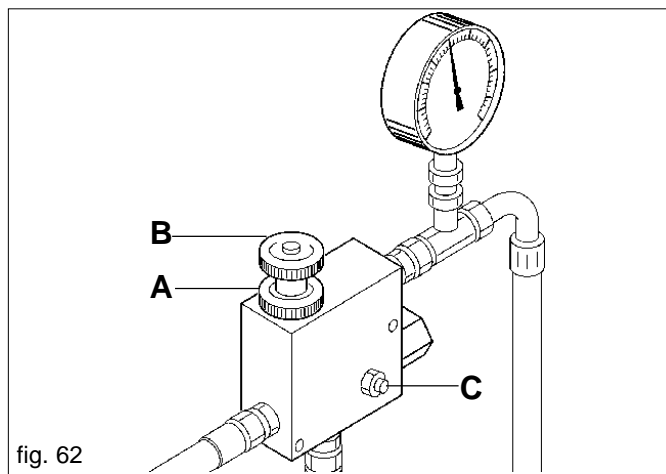

fig. 62
Bei abgeschaltetem Motor und sicher gebremstem Schlepper alle Schnellkupplungen einstecken. Den Motor starten und die Hydraulik einige Minuten lang bei Leerlaufdrehzahl betätigen. Den Druck dabei konstant halten, um Drehzahlschwankungen des Gebläses zu vermeiden. Den Druck erst regulieren, nachdem das Öl seine Betriebstemperatur erreicht hat und keine Drehzahlschwankungen des Gebläses mehr auftreten. Falls das Anbaugerät an verschiedenen Schleppern - daher also auch mit unterschiedlichen Steuergeräten und Ölsorten - betrieben wird, muß diese Einstellung an jedem Schlepper neu vorgenommen werden. Bei den Schleppern mit Verstellförderpumpe (geschlossener Hydraulikkreis) mit Öldrucksatzregler ist der 3-Wege-Regler (B Abb. 62) vollständig zu öffnen und bei niedrigem Öldurchsatz ist der interne Regler des Schlepperkreises dann schrittweise zu öffnen, bis der gewünschte Druck, der auf dem Manometer (C Abb. 59) angezeigt wird, erhalten wird.
Wenn man die Gebläseumdrehungen für die Verteilung von schwereren Samen erhöhen will, mit Vorsicht und Achtung wie folgt vorgehen (Abb. 62):
- Die Feststellnutmutter lockern (A Abb. 62);
- Regelventil (B Abb. 62) im Uhrzeiger- oder Gegensinn drehen um den Druck zu senken oder zu erhöhen und daher die Gebläseumdrehungen zu ändern.
Es ist für irgendwelchen Grund verboten die Höchstdruckventilschraube (C Abb. 62) zu verstellen, da sich die Einstellung der Anlage ändern würde und deshalb Motor, Pumpenbruch -oder Gebläse verursachen.